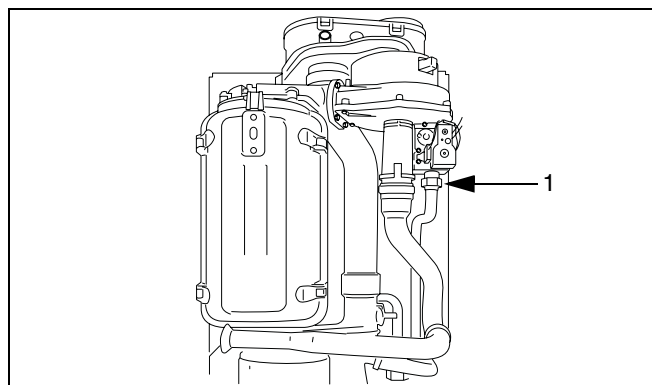

fig. 45 Gaskoppeling demonteren
- Demonteer de gaskoppeling tussen de gasleiding en de gas/lucht-unit (→ fig. 45, [1]).